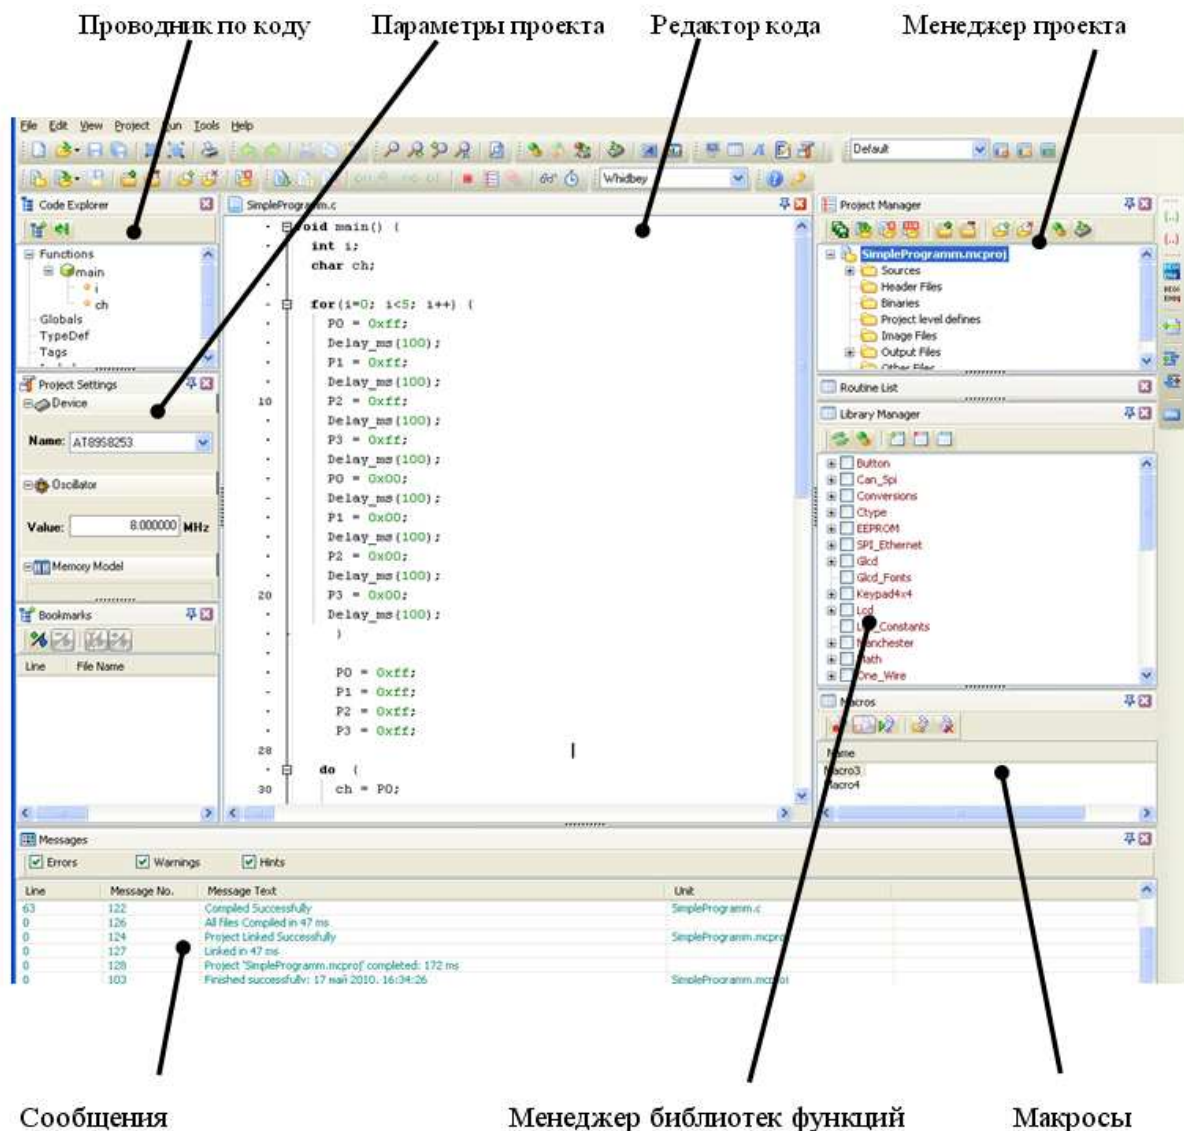

Рис. 3. Окно интегрированной среды разработки mikroC
3. Запустите программу mikroC. Компилятор mikroC (фирмы MIKROELERTRONIKA) представляет собой удобную интегрированную среду разработки (Integrated Development Environment) (рис. 3).
Рассмотрим создание простого проекта, содержащего один файл исходного текста, который компилируется и собирается с использованием mikroC. Изучите назначение элементов управления проектом среды разработки mikroC (рис. 3).